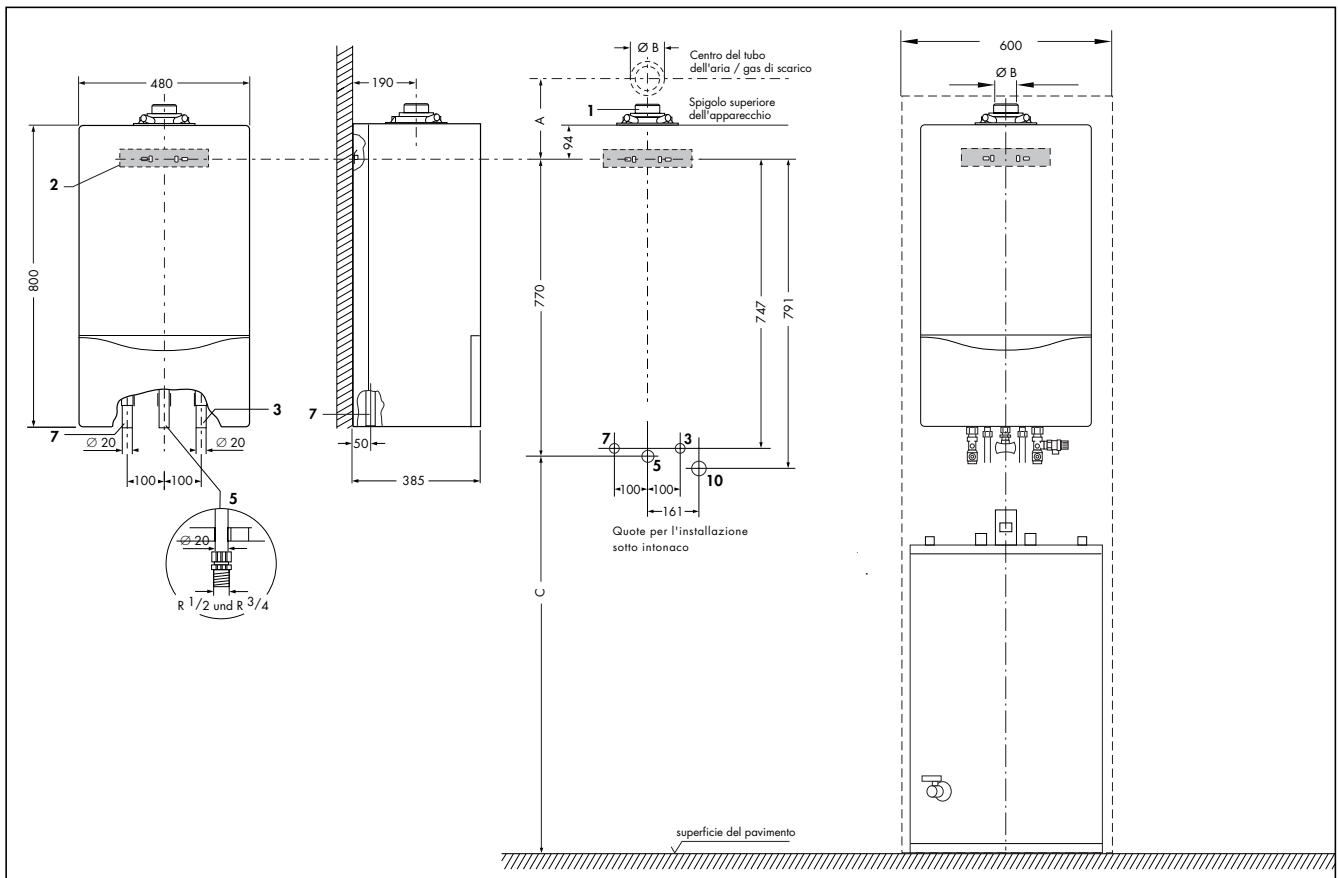

Fig. 3.2 Quote d'installazione (mm)
- Determinare l'altezza di montaggio per l'apparecchio Vaillant ecoBLOCK secondo quanto indicato dalla fig. 3.2. Fare particolare attenzione alla quota C se l'apparecchio viene combinato con un serbatoio dell'acqua calda del tipo VIH CR.
- Con l'aiuto della dima acclusa all'apparecchio determinare la posizione dei fori di fissaggio per la staffa (1).
- Fissare la staffa (1) sulla parete tramite i tasselli in dotazione (2).
- Appendere dall'alto l'apparecchio sulla staffa e contemporaneamente inserire i tubi di collegamento per la mandata (3) ed il ritorno (4) del riscaldamento nei rispettivi collegamenti.